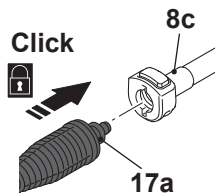

Fig. 6
- > Alinhe as linguetas (17a) do bico com as ranhuras da porta de ligação da lança de extensão (8c) (Fig. 6).